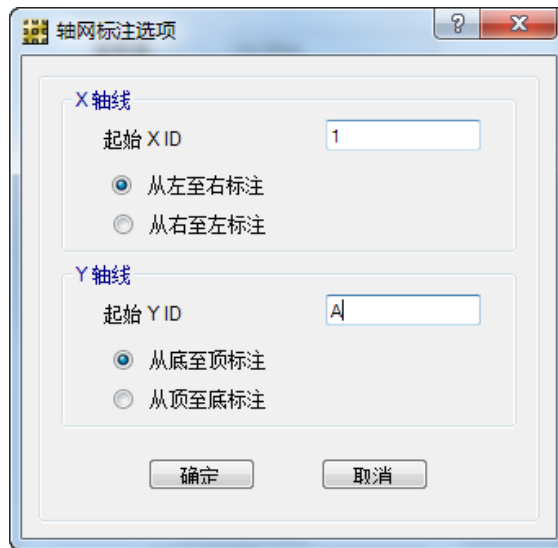

图5 轴线标签选项对话框
E. 点击**轴网标签**按钮显示轴线标签选项对话框，如图 5 所示。